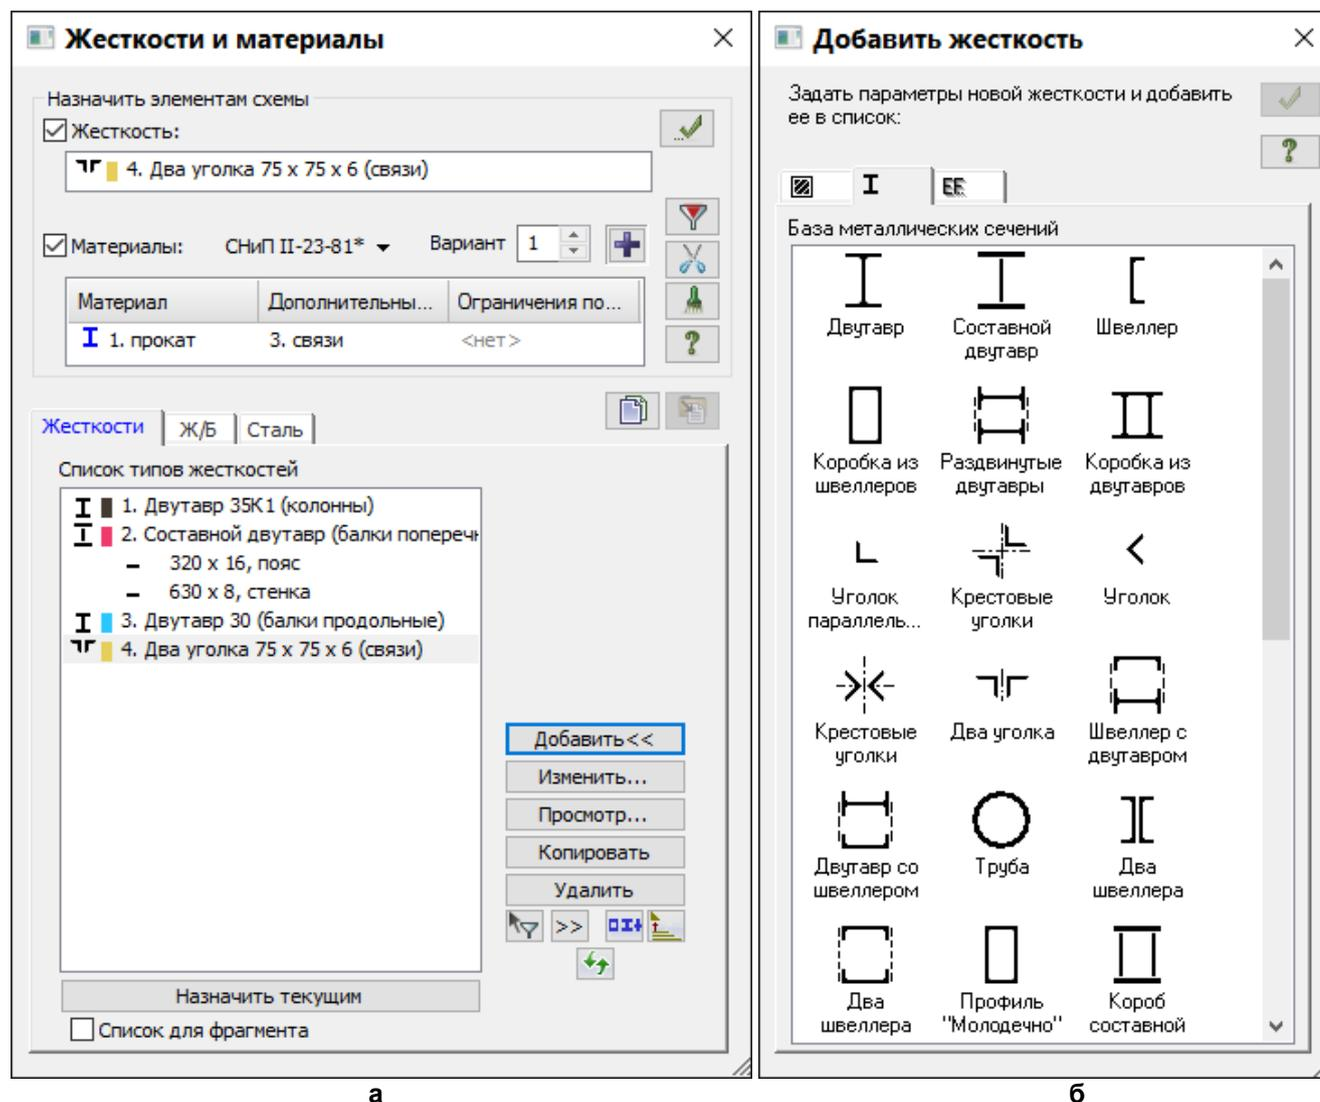

Рис.12.12. Диалоговые окна: а – Жесткости и материалы, б – Добавить жесткость
- Щелчком по кнопке  – **Жесткости и материалы** (панель **Жесткости и связи** на вкладке **Создание и редактирование**) вызовите диалоговое окно **Жесткости и материалы** (рис.12.12,а).
- В этом окне щелкните по кнопке **Добавить** и в появившемся окне **Добавить жесткость** (библиотеке жесткостных характеристик) щелкните по второй закладке **База металлических сечений** (рис.12.12,б).